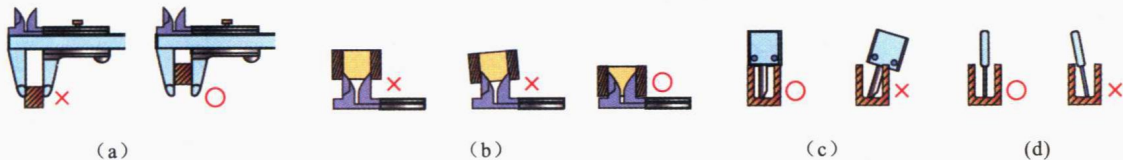

图 1-15 游标卡尺正确 (O) 或错误 (X) 的测量
(1) 游标卡尺量测注意事项：
① 不可过度挤压游标卡尺的量爪。
② 如图 1-15 所示，应将量爪的平端紧靠测量对象表面，且游标卡尺须平行于中心线。